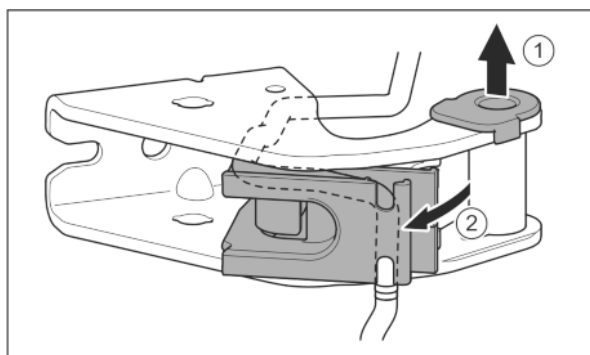

Fig. 27
- ▶ Tuleję łożyskową wyjąć z prowadnicy. Fig. 27 (1)
- ▶ Odchylić mocowanie kabla. Fig. 27 (2)